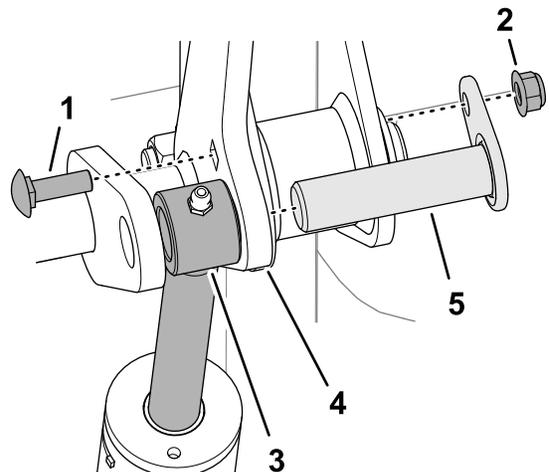

図 19
6. ロッド端部を昇降シャフトのアームの間にセットする 図 19。